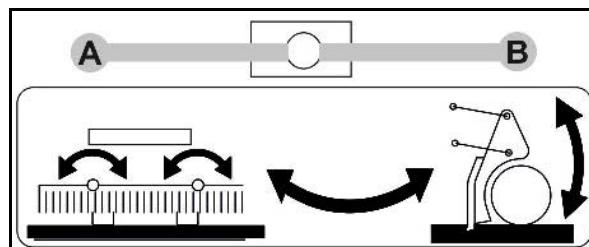

Рис. 99
8. Установите рычаг селектора (Рис. 99/1) в положение **B**.
- Держите шаровой кран (Рис. 99/1) в положении **B**,